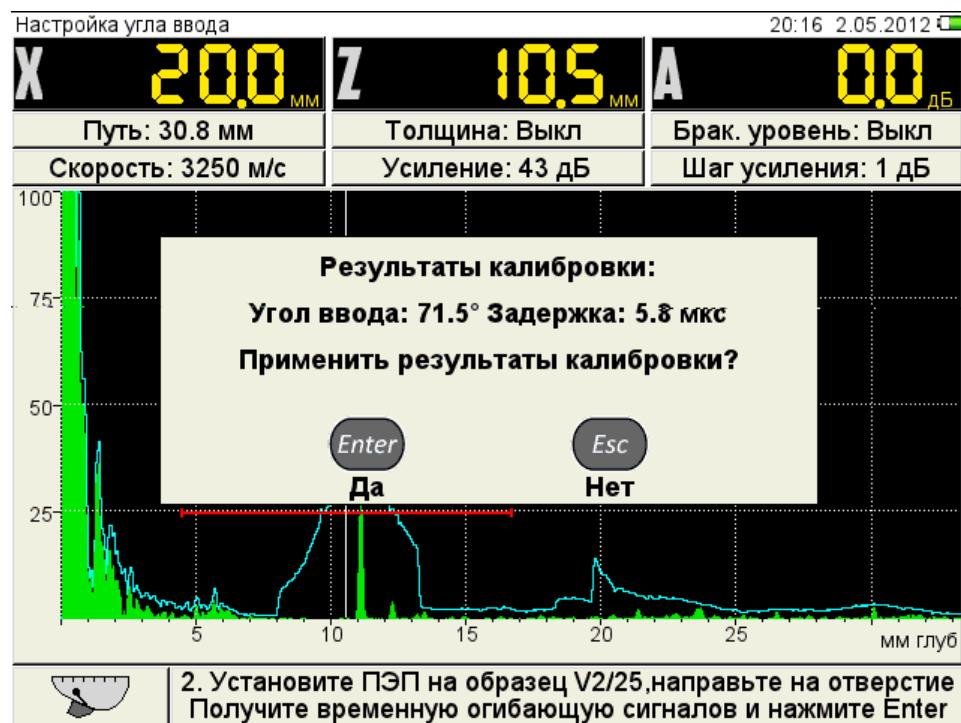

Рисунок 13
- подтвердить принятие результатов калибровки - или отказаться от результатов калибровки - (рисунок 13).